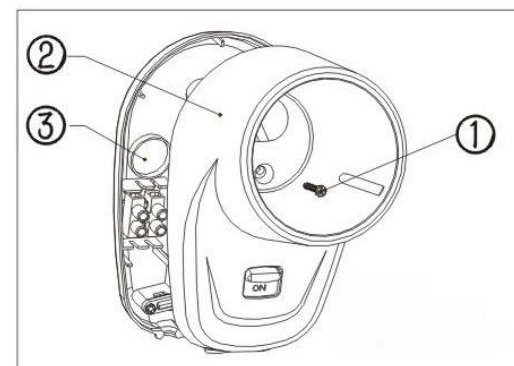

Fig. 3
- ❷ Die in Fig. 3 mit ❶ markierte Schraube lösen, und die Halterfront entfernen.
- ❸ Entfernung des mitgelieferten / installierten Stromkabels aus dem Verteiler.
- ❹ Die in Fig. 3 mit ❸ markierte Plasticscheibe herausbrechen und das Installationskabel durch das Loch ziehen. Die Rückplatte des Halters über den Plastikbeschlag zwecks Fixierung ziehen. Das Installationskabel am Verteiler anschließen.
- ❺ Die Halterfront wieder einsetzen und den mitgelieferten Plastik-Propfen über das Schraubenloch setzen. Die Einheit mit den beigefügten Schrauben (markiert mit ❶ in Fig. 3) fest an die Wand schrauben.
- ❻ Die Einheit ist klar zum Gebrauch, wenn der Strom angeschlossen und der Schalter in ON Position gestellt ist.